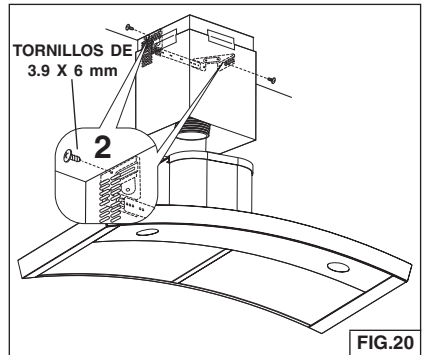

FIG.20
7. Levante el tubo de humos en su posición por arriba de la campana. Asegure el tubo de humos superior al soporte de montaje del tubo con (2) tornillos de 3.9 x 6 mm. Fig. 20.